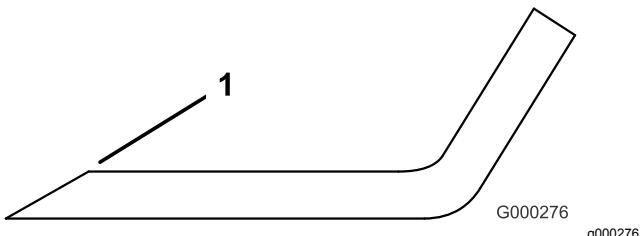

Figura 119
3. Esaminate l'affilatura di tutte le lame e affilate se risultano smussate o scheggiate (Figura 119).
Nota: Affilate soltanto la parte superiore del tagliente e mantenete l'angolo di taglio originale per garantire l'affilatura (Figura 119). La lama resta bilanciata soltanto se viene rimossa una quantità uguale di metallo da entrambi i taglienti.